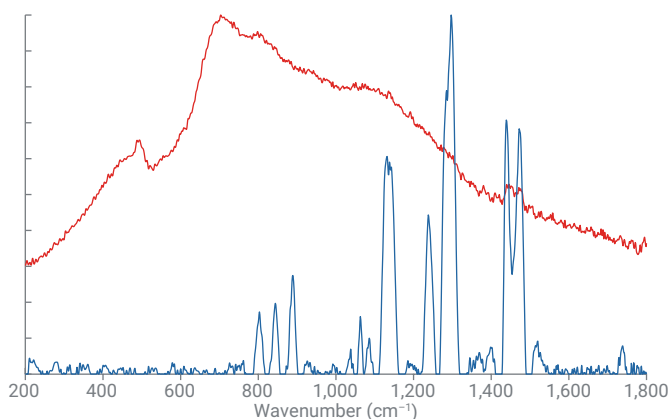

図 1. 830 nm での褐色瓶越しのラマンスペクトル。従来のラマン (赤色) と Agilent RapID システムを使用した場合 (青色)
Agilent RapID ラマンシステムは空間オフセット型ラマン分光 (SORS) 技術を採用しており、未開封の不透明パッケージ越しに原材料の同定 (ID) を検証できますが、この手法はガラス容器の場合でもメリットがあります。褐色瓶が発する蛍光は非常に強く、ラマンスペクトルにノイズが多くなります (図 1)。つまり、従来の装置を用いた場合、励起波長が長くても 100% の信頼性での確実な同定は不可能です。